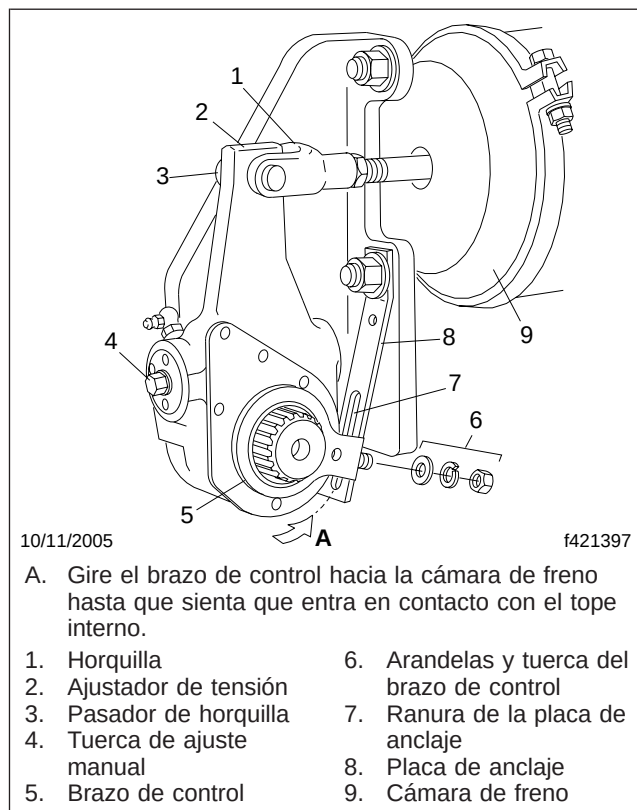

Figura 11.11, Ajustador de tensión automático Haldex®
- 24.3 *Ajustadores de tensión Haldex:* Revise cada ajustador de tensión y placa de anclaje para ver si tienen daños. Vea la Figura 11.11. Haga reemplazar los componentes dañados.